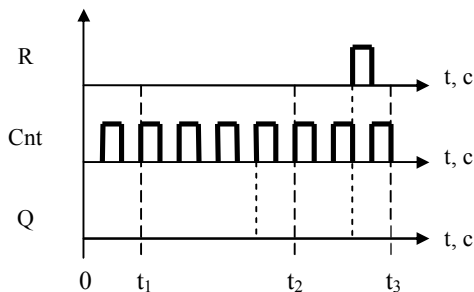

Рис. 17. Временная диаграмма функции Реверсивный счетчик
9. Функция **Реверсивный счетчик**. Сформируйте схему управления, содержащую блок **Реверсивный счетчик**, входы (R – сбрасывающий, Cnt – для счета импульсов) и выход. Установите прямое направление счета ($Dir = 0$) и пороговое значение счета 5 ($Par = 5$). По результатам исследований достройте временную диаграмму блока (рис. 17) и определите состояние выхода в моменты времени t_1 , t_2 и t_3 .